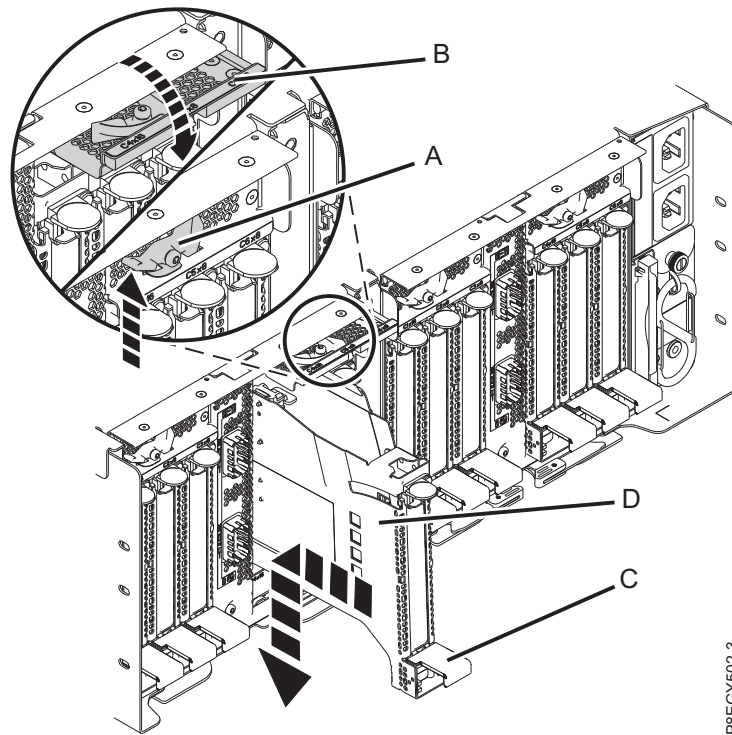

Abbildung 67. Leere PCIe-Adapterkassette im Einschub für PCIe3-Erweiterungen installieren
- b. Fassen Sie die Adapterkassette **(D)** vorsichtig an der oberen Kante an und richten Sie die Adapterkassette an dem Steckplatz aus. Siehe Abb. 67 auf Seite 65.
- d. Wenn die PCIe-Adapterkassette **(D)** vollständig in den Steckplatz geschoben ist, drücken Sie den Kassettengriff **(C)** nach unten, um die Adapterkassette **(D)** in ihrem Anschluss zu verriegeln. Siehe Abb. 67 auf Seite 65.
- e. Drehen Sie die Verriegelungsklappe **(B)** nach unten und drücken Sie sie in die geschlossene Position (siehe Abb. 67 auf Seite 65). Der Verriegelungshebel **(A)** rastet automatisch ein.